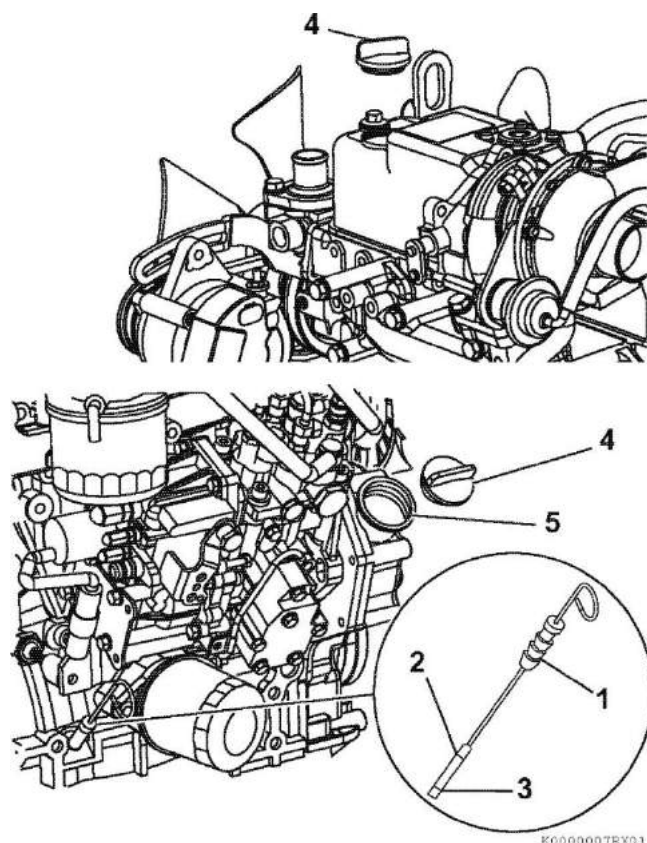

Рисунок 27
2. Вытащить щуп для измерения уровня масла (Рисунок 27 (1)) и протереть его чистой тряпкой.
4. Вытащить крышку маслозаливной горловины / щуп для измерения уровня масла. Уровень масла считается нормальным, если он находится между верхней отметкой максимум (Рисунок 27 (2)) и нижней отметкой минимум (Рисунок 27 (3)) на масляном щупе.
2. Снимите крышку маслозаливной горловины / щуп для измерения уровня масла (Рисунок 27 (4)).
3. Добавьте необходимое количество моторного масла через верхнее или боковое отверстие маслозаливной горловины (Рисунок 27 (5)).